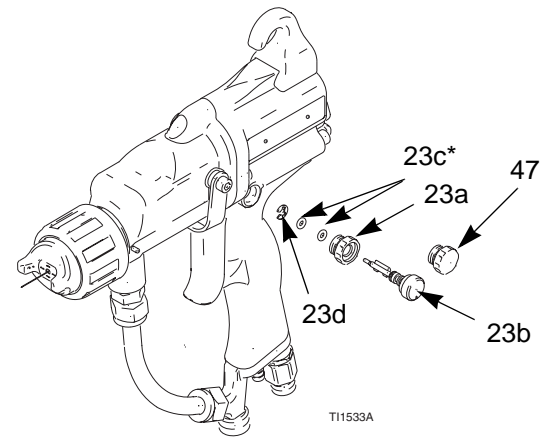

Fig. 19. Valvola aria per la nebulizzazione
2. Rimuovere la valvola di restrizione del nebulizzatore dell'aria (23). Controllare l'anello di tenuta (23c*) e sostituirlo se necessario. Vedere FIG. 19.
3. Installare una nuova valvola di restrizione della nebulizzazione (23) oppure smontare e sostituire le parti singolarmente. La protrusione della valvola deve essere orientata per lasciare libero l'albero della valvola aria (21).